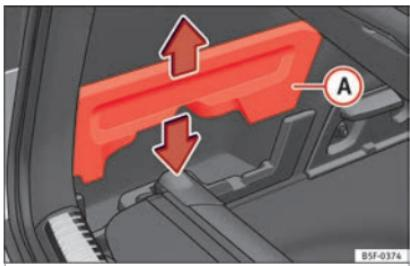

Fig. 169 Dans le coffre à bagages : logement pour ranger la plage arrière.
- Retirez les couvercles »» **fig. 169 A** gauche et droit.